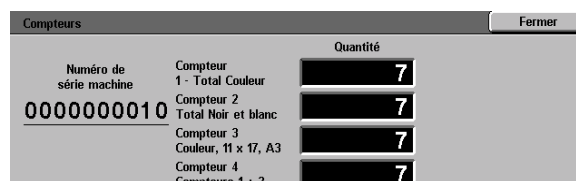

Figure 2: Écran Compteurs
- 2 Appuyez sur la touche **Compteurs** pour afficher l'écran correspondant (voir la figure 2).